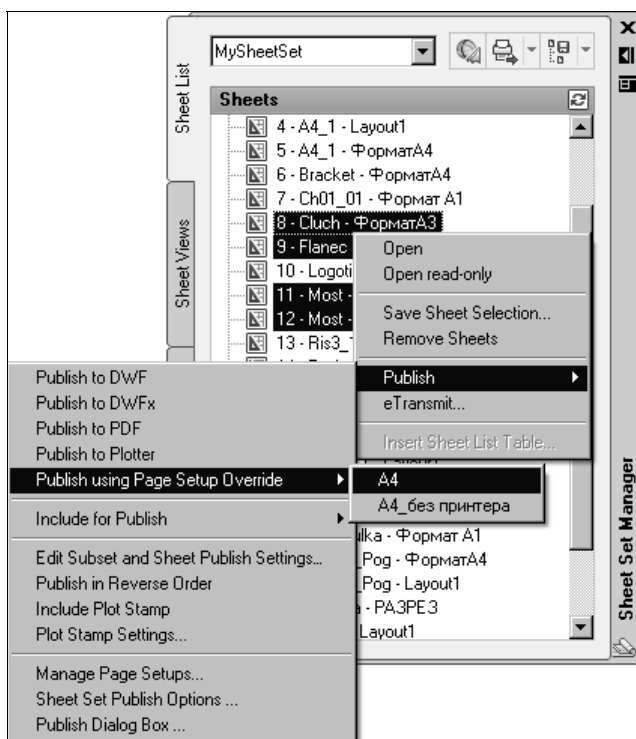

Рис. 23.15. Выбор переопределенных параметров страницы печати
- выберите из дополнительного меню созданные именованные параметры страницы печати (рис. 23.15).